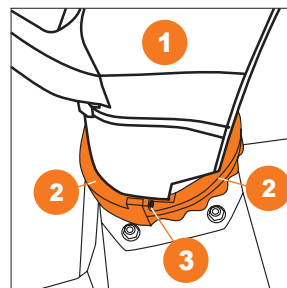

Рис. 12
- Установите желоб выброса **1** на отверстие выброса снега на корпусе снегоуборщика. Зафиксируйте трубу двумя зажимами **2** защелкнув их и закрепив болтами **3** (Рис. 12).